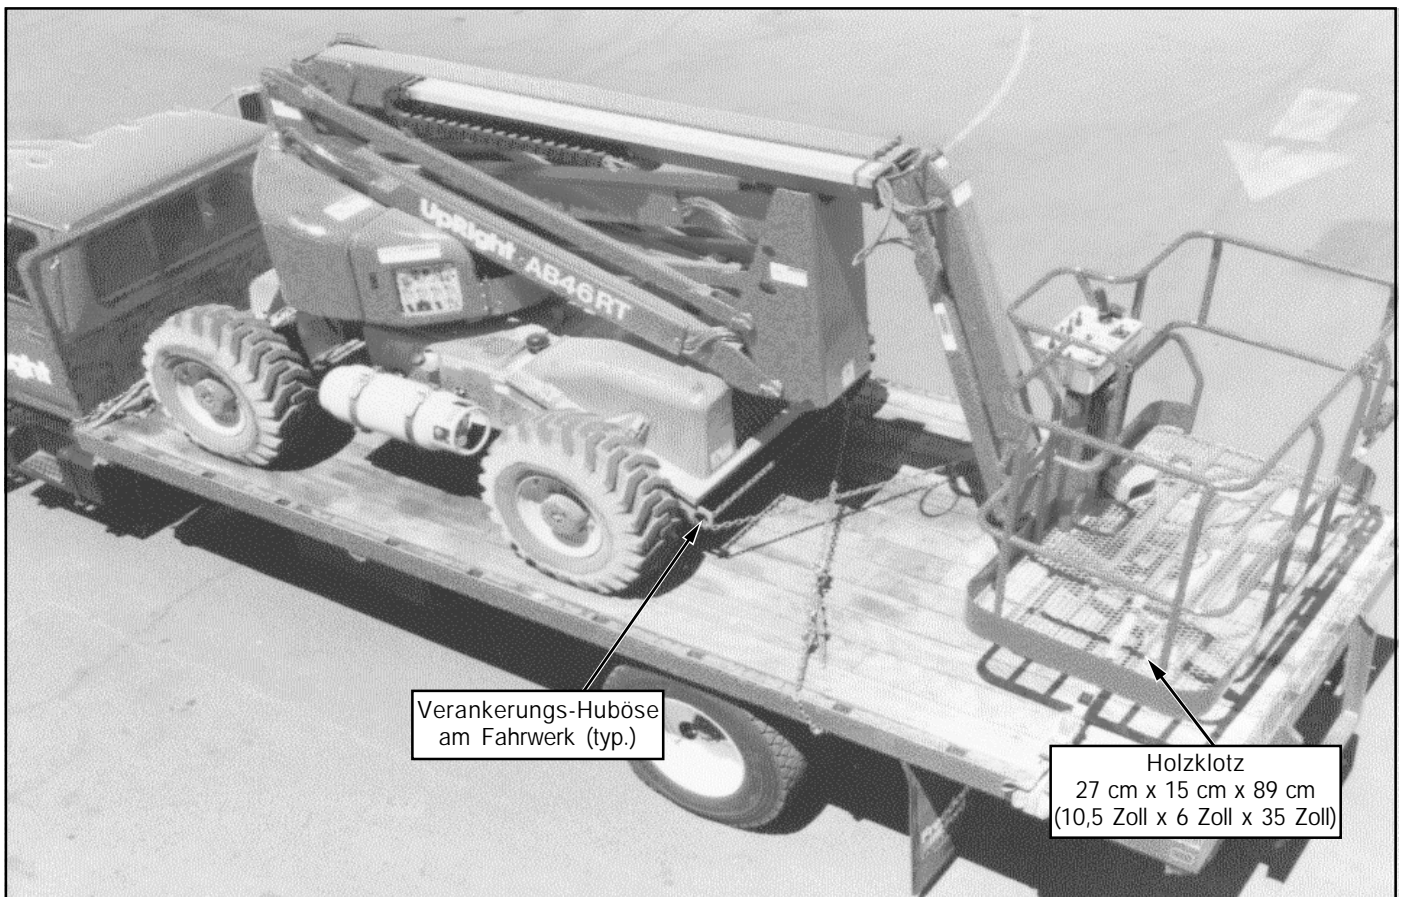

Abbildung 7: Sichern der Maschine für den Transport
5. Maschine mit Ketten bzw. Gurten ausreichender Stärke (siehe Technische Daten auf der Rückseite) am Transportfahrzeug sichern. Ketten bzw. Gurte an den Verankerungsösen des Fahrwerks befestigen (siehe Abbildung 7).
6. Einen Holzklotz 27 cm x 15 cm x 89 cm (10,5 Zoll x 6 Zoll x 35 Zoll), wie in Abbildung 7 gezeigt, unter die Stützstreben der Arbeitsbühne legen.
7. Sperrgurte anbringen und diese unter dem Fußbodenrost der Arbeitsbühne hindurch und über die Stützstreben hinweg führen (siehe Abbildung 7). Fest anziehen, jedoch nicht zu fest.